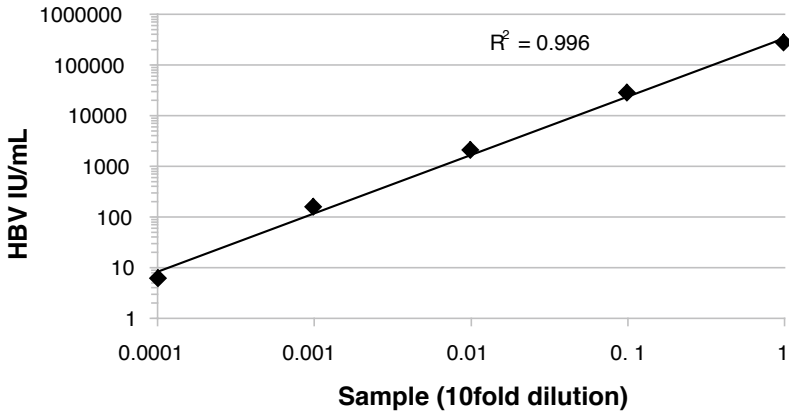
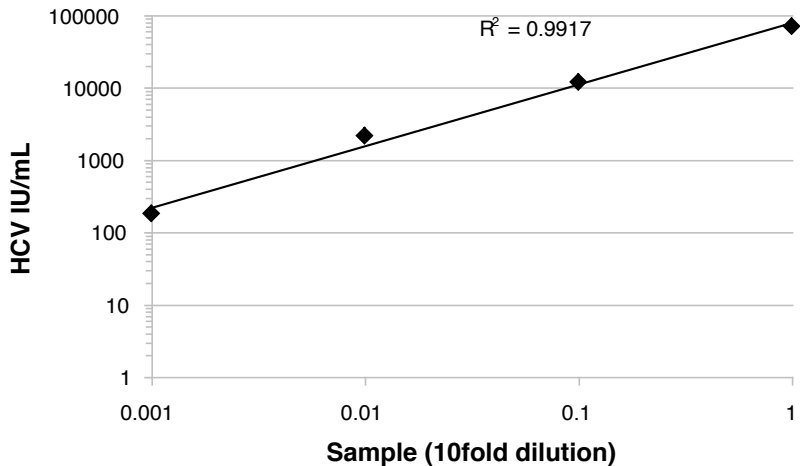

Figura 1 Dilución en serie de una muestra de plasma con alta carga viral por VHB.
Figura 2 Dilución en serie de una muestra de plasma con alta carga viral por VHC.
El intervalo lineal del procedimiento **NucleoSpin® Dx Virus** se ha determinado para el ARN del VHC y el ADN del VHB en ensayos diagnósticos posteriores (Figura 1 y Figura 2). El kit muestra una linealidad de varios órdenes de magnitud, que comprende valores virales relevantes para el diagnóstico. Se analizó la repetibilidad en las series mediante RT-qPCR de MS2-ARN y qPCR de T7-ADN. Para seis cantidades de espículas (cada una por triplicado, abarcando diferentes órdenes de magnitud), el coeficiente de variación (CV) de los valores Cp fue 0,2–0,9 % para T7-ADN y 0,6–5,6 % para MS2-ARN. Se analizó la repetibilidad entre series en 2 series independientes. Con seis muestras de plasma cada una, la diferencia entre los valores Ct medios de las dos series fue 0,1 ciclos, lo que corresponde a un 0,4 %. Se analizó la repetibilidad de un lote a otro con tres lotes de NucleoSpin® Dx Virus. Se aisló el gDNA a partir de muestras de plasma para cada lote (n= 6). El valor Ct medio para los tres lotes analizados fue 27,63 Ct, con una desviación estándar de 0,07 valor Ct. De manera similar, se aisló una espícula de MS2-ARN a partir de muestras de plasma, la cual se analizó mediante qRT-PCR. El valor Ct medio para los tres lotes analizados fue 25,34 Ct, con una desviación estándar de 0,25 valor Ct.